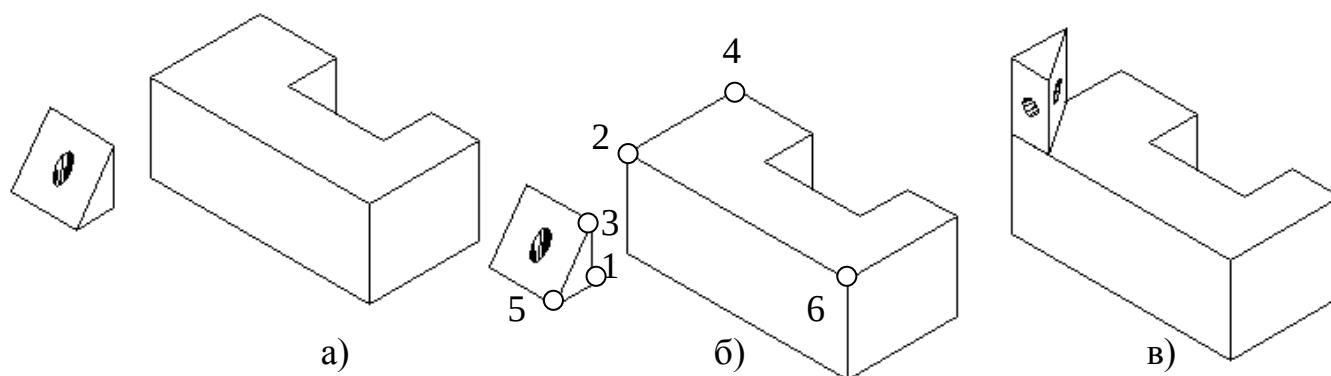

Рис. 7. 6. Пример выравнивания объектов.
- любым известным способом указать положение точки 1 (рис. 7. 6б).
После этого система соответствующим образом изменит положение и ориентацию корректируемого объекта и завершит работу с командой. Результат выравнивания представлен на рис. 7. 6в.
- указать общее ребро граней, между которыми необходимо создать фаску (на рис. 7. 7а – переднее ребро призмы).